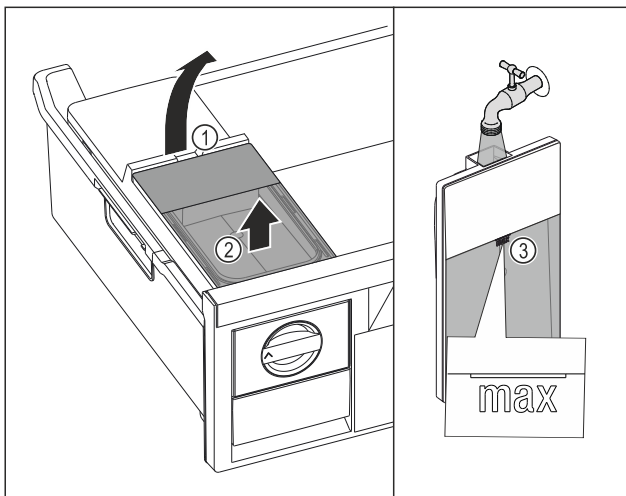

Fig. 81
- Soulever le réservoir d'eau par l'encoche Fig. 81 (1).
- Retirer le réservoir d'eau par le haut. Fig. 81 (2)
- Remplir le réservoir d'eau potable jusqu'au repère Fig. 81 (3).